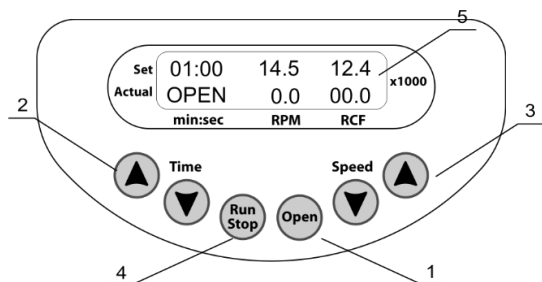

Рисунок 5. Панель управления
- 5.3. Откройте внешнюю крышку, нажав на кнопку **Open** (рис. 5/1), и поднимите крышку рукой (в нижней строке дисплея появится индикация "OPEN", см. рис. 5). Открыть крышку возможно только при остановленном роторе.
- 5.6. Установите крышку ротора, нажав на фиксатор крышки до упора, и закройте внешнюю крышку центрифуги до щелчка (в нижней строке дисплея появится индикация STOP, см. рис. 5).
- 5.7. Используя кнопки ▲ и ▼ **Time** (рис. 5/2), установите необходимый интервал времени в минутах.
- 5.8. Используя кнопки ▲ и ▼ **Speed** (рис. 5/3), установите необходимую скорость вращения или относительную центробежную силу, руководствуясь показаниями на дисплее (рис. 5/5). Эти параметры можно изменять и во время работы центрифуги.
- 5.9. Для запуска центрифуги нажмите кнопку **Run Stop** (рис. 5/4), при этом в нижней строке дисплея появится мигающая индикация RUN (см. рис. 7) и текущее значение скорости вращения. Таймер в верхней строке дисплея начинает отсчет времени по достижении установленной скорости (стабильная индикация RUN).
- 5.10. По истечении установленного интервала времени происходит остановка центрифуги и на дисплее отображается мигающая индикация STOP, сопровождаемая звуковым сигналом после полной остановки (см. рис. 6). Для прекращения сигнала нажмите кнопку **Run Stop** (рис. 5/4).
- Чтобы открыть центрифугу при включенном питании, нажмите кнопку OPEN (рис. 5/1) и поднимите внешнюю крышку.